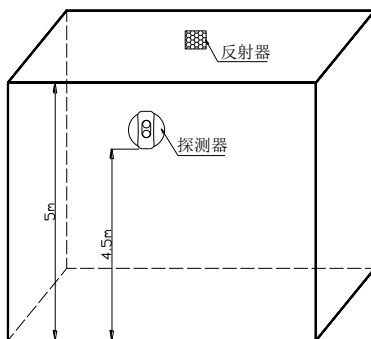

图 3 探测器和反射器安装示意图
a) 建筑物举架 $\leq 5\text{m}$ 时，应将探测器和反射器安装在距天花板 0.5m 处的相对两墙墙壁上，如图 3 所示。